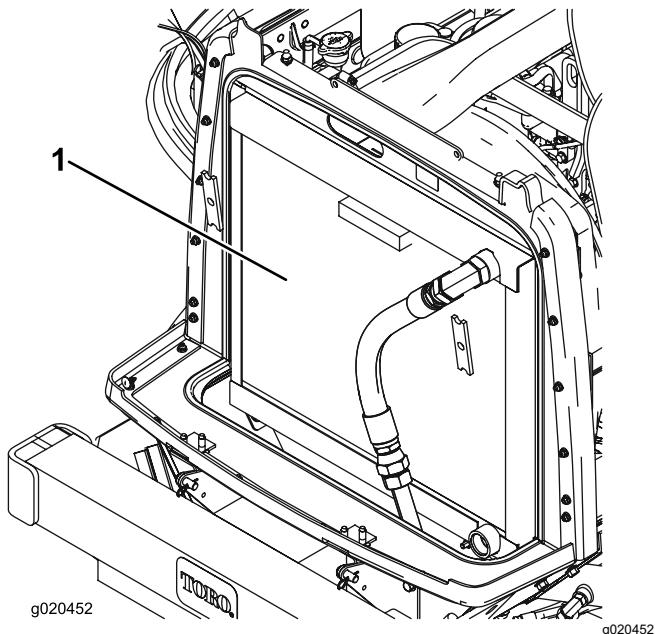

Figure 112
3. Nettoyez soigneusement les deux côtés du radiateur/refroidisseur d'huile à l'air comprimé (Figure 112).